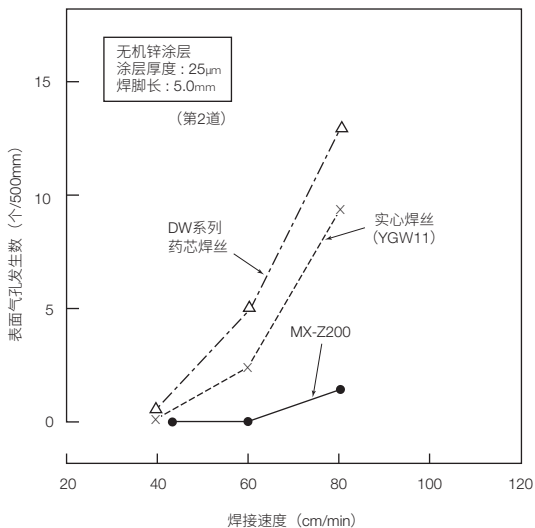
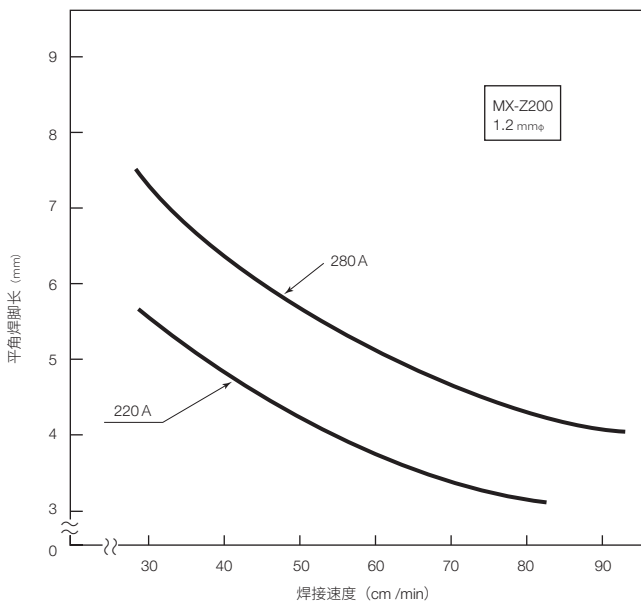

图3 耐底漆性能一例
图4 角焊焊脚长与焊接速度关系例
- 5) 带底漆钢板的平角焊容易发生表面气孔、气沟等气孔的缺陷，要选定适当的焊丝和焊接条件。图3所示为焊接速度和表面气孔发生数的关系。一般的MX-Z200系列，和实心焊丝、DW系列相比耐底漆性优良。图4所示为MX-Z200系列焊丝的角焊脚长和焊接速度的关系。设定焊接条件时可供参考。